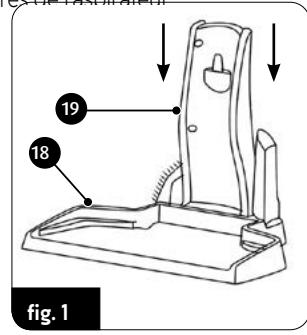

fig. 1
3. Assemblez correctement la station d'accueil (support) - à la base de la station d'accueil (18), montez le corps (19) comme indiqué sur la figure (fig.1). La station d'accueil peut être retirée en